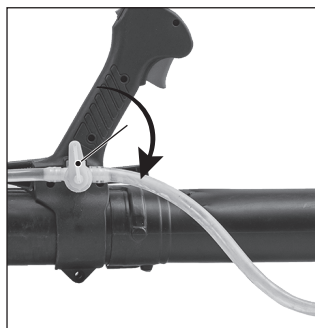

Рис. 23
1. Откройте кран подачи жидкого распыляемого вещества (рис. 23).